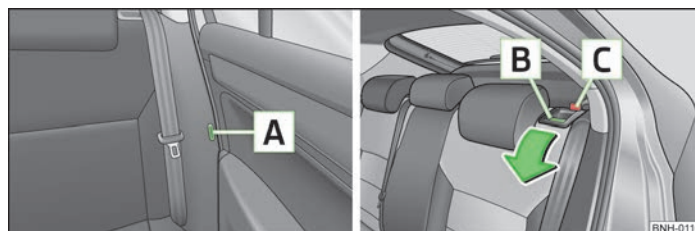

Abb. 36 Sitzlehne entriegeln
- › Die Schloßzunge des Sicherheitsgurts in die Öffnung [A] » Abb. 36 an der entsprechenden Fahrzeugseite stecken - Sicherheitsposition.